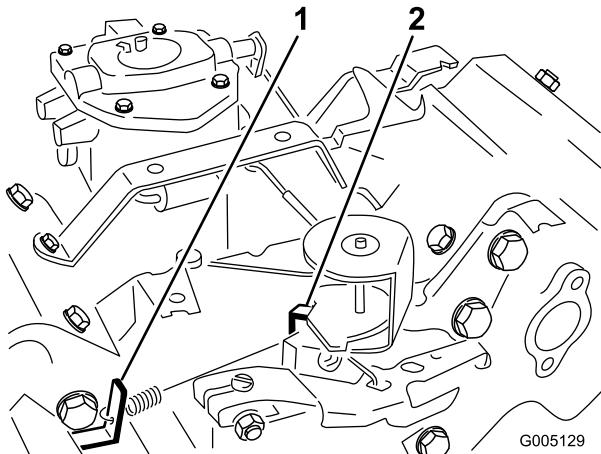

Bild 50
3. Biegen Sie den Anker-Federmitnehmer (Bild 50), um eine Leerlaufgeschwindigkeit von 1625 ± 50 U/min
5. Stellen Sie den Gasbedienungshebel auf „Schnell“. Biegen Sie den Federankermutter in der Vollgaseinstellung (Bild 50), bis Sie eine Vollgasdrehzahl von 2800 ± 50 U/min realisieren.